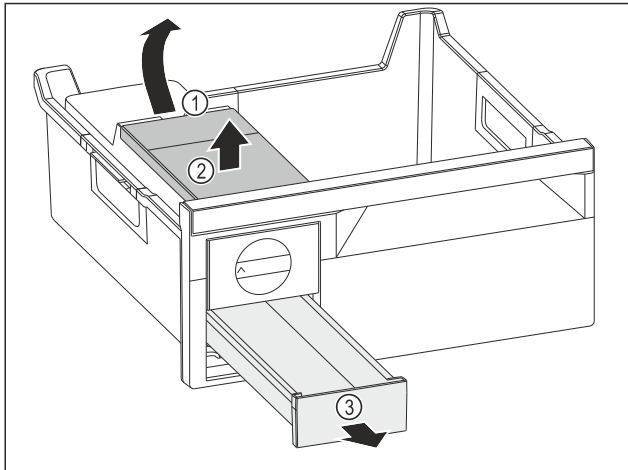

Fig. 105
- ▶ Wassertank entnehmen: Wassertank an der Ausparung Fig. 105 (1) anheben.
- ▶ Wassertank Fig. 105 (2) nach oben entnehmen.
- ▶ Eiswürfelschubfach Fig. 105 (3) nach vorne entnehmen.